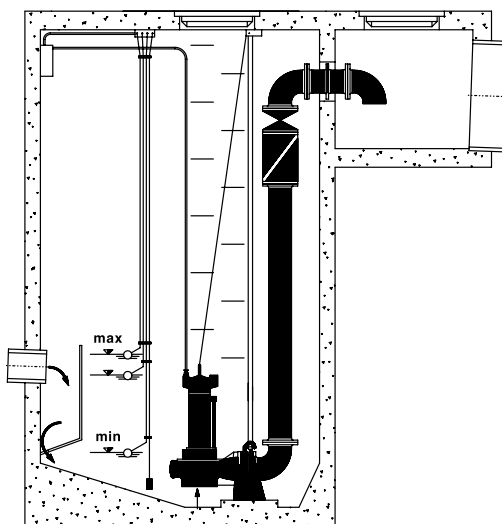

Рис. 5
3. Если у Вас нет возможности смонтировать обратный клапан на горизонтальной части напорного трубопровода и напорный трубопровод короткий, то можно смонтировать обратный клапан в наивысшей точки вертикальной части напорного трубопровода (рис.5).